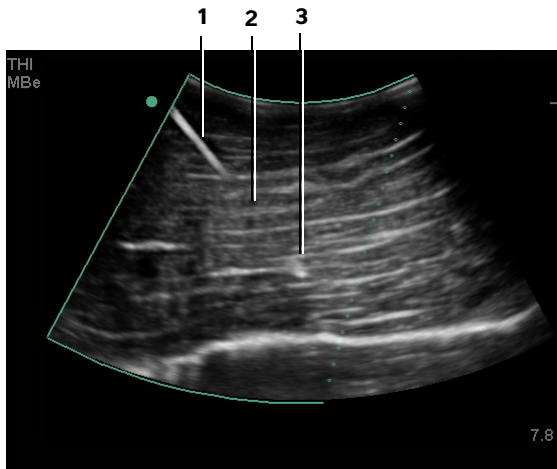

Abbildung 2 Bei einem Schallkopf mit gekrümmter Anordnung werden möglicherweise nur Segmente des Nadelschafts angezeigt:
- Bitte beachten Sie, dass die Strahldivergenz bei einem Schallkopf mit gekrümmter Anordnung dazu führen kann, dass ein Segment des Nadelschafts nicht im Bild angezeigt wird. (Siehe **Abbildung 2** auf Seite 38.) Die Nadelspitze ist möglicherweise nicht zu sehen.
Bei Schallköpfen mit gekrümmter Anordnung kann MBe dabei helfen, die Richtung der Nadel festzustellen, obwohl möglicherweise nur Segmente des Nadelschafts im Bild angezeigt werden. (Siehe **Abbildung 2** auf Seite 38.) Mithilfe von Bewegung und Flüssigkeitsinjektion kann die Position der Nadelspitze bestimmt werden.